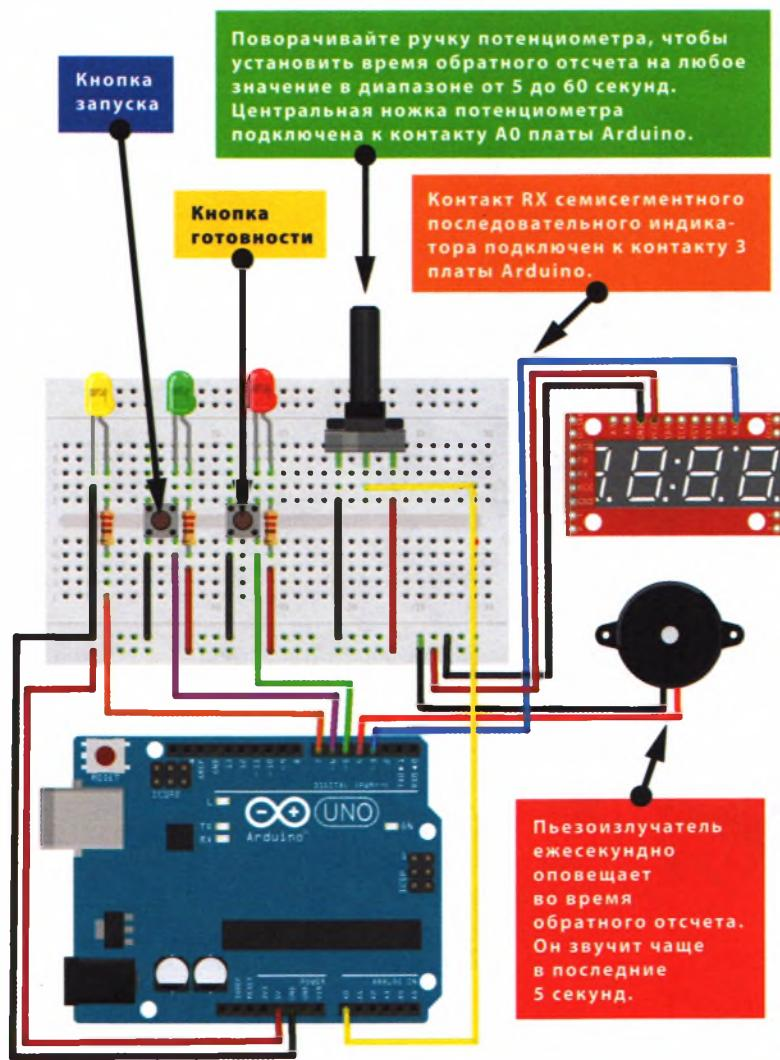

РИСУНОК 17.6
- Убедитесь, что ваша цепь соответствует схеме, показанной на рис. 17.6, и загрузите в память Arduino код скетча, приведенный в разделе «Скетч» далее в этом проекте.